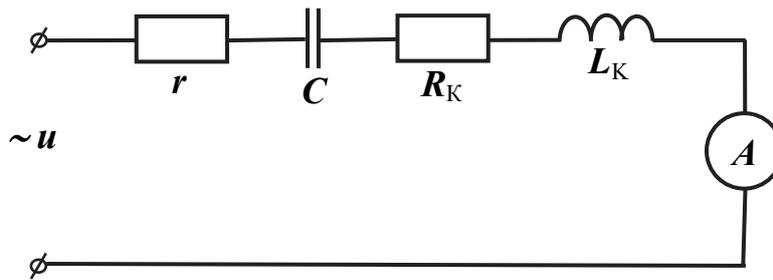

Рис. 10.3
4. Собрать последовательную цепь с активным сопротивлением, катушкой индуктивности и конденсатором (рис. 10.3).